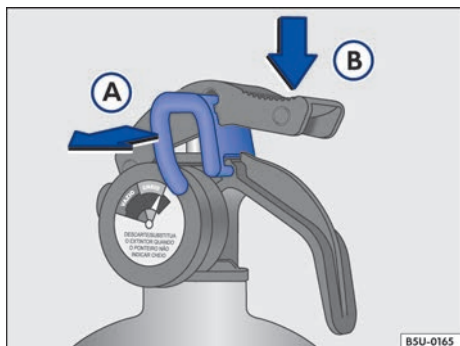
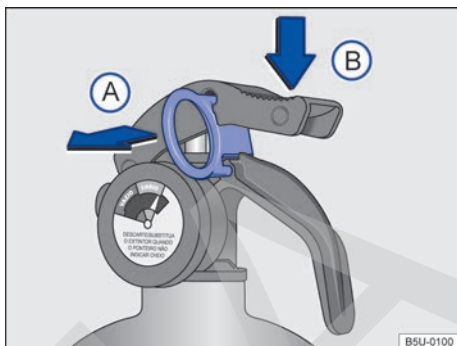

Fig. 146 Secuencia de uso del extintor de incendio.
Fig. 147 Secuencia de uso del extintor de incendio.
- Tirar la traba ⇒ fig. 146 (A) o ⇒ fig. 147 (A) para romper el lacre.
- Apretar el gatillo ⇒ fig. 146 (B) o ⇒ fig. 147 (B) para esparcir el polvo.